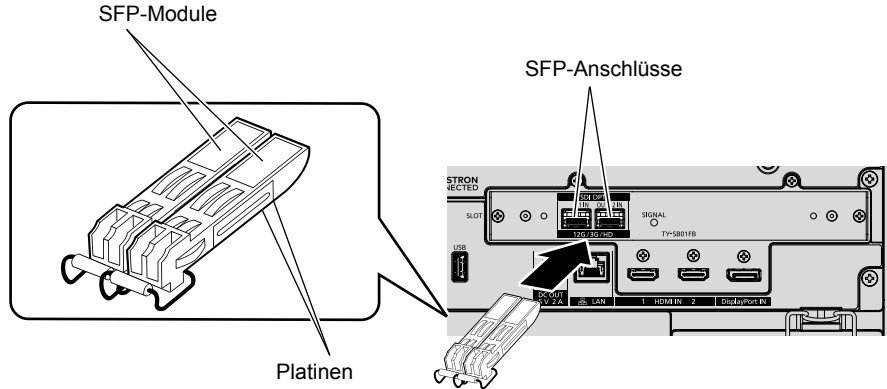

Abb. 1
**2) Setzen Sie das SFP-Modul in den SFP-Anschluss ein. (Abb. 1)**